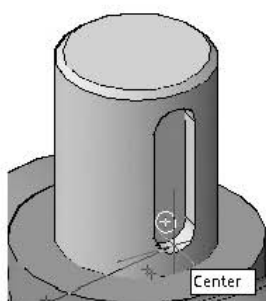

Рис. 12.54. Выбор первой точки на пробке
5. Укажите третью точку с привязкой Центр (Center) — центр дуги, противоположной ранее указанной дуге окружности нижнего основания (рис. 12.54).
6. Укажите первую точку с привязкой Центр (Center) — центр дуги окружности основания шпоночного паза в пробке (рис. 12.54).